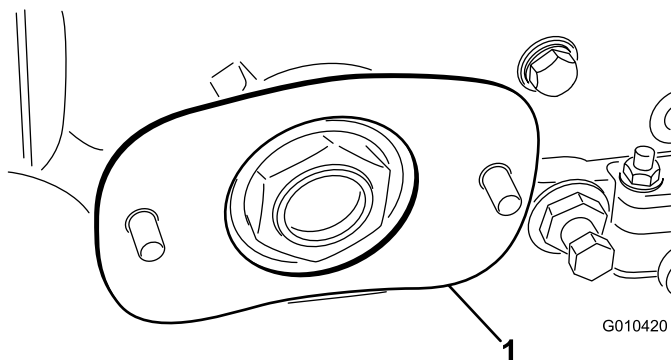

Figura 5
8. Coloque el suplemento sobre los pernos, posicionándolo según se muestra en Figura 5.